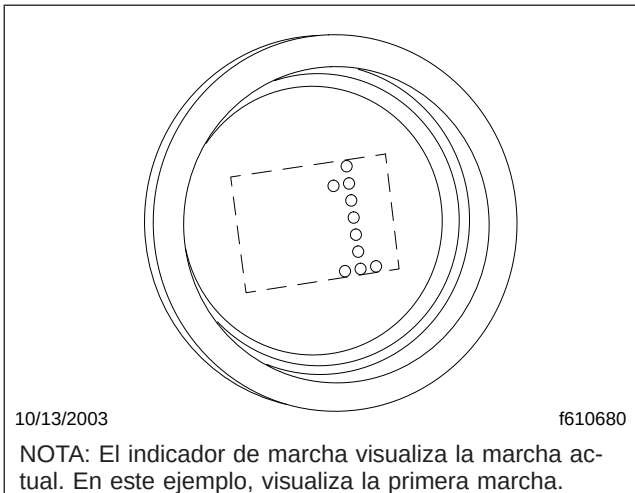

Figura 8.24, Indicador de la marcha actual
En cualquier modalidad, el indicador de marcha visualizará la marcha actual. Vea la Figura 8.24.
La posición de marcha de conducción hacia adelante (D) está en el extremo inferior del interruptor selector de tres posiciones ubicado en el extremo de la palanca de control SmartShift. Para seleccionar la marcha de conducción hacia adelante, presione el botón del seguro de neutro y mueva el interruptor selector hasta la posición que está debajo de neutro. Cuando se selecciona la marcha de conducción hacia adelante, el número de la marcha seleccionada (1, 2, 3, 4, 5 ó 6), se visualiza en el indicador de marchas. Vea la Figura 8.24.